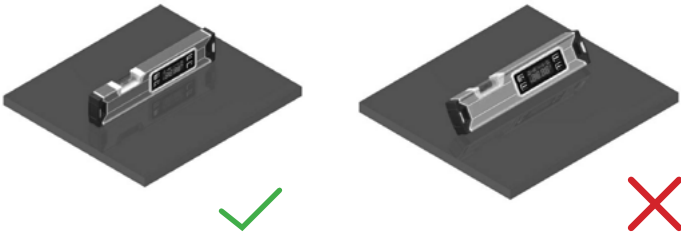

Рис. 1
- Нажмите кнопку (1), чтобы включить прибор. Нажмите и удерживайте кнопку (1) в течение 3 секунд, чтобы выключить прибор. Прибор выключается автоматически, если не используется в течение 3 минут.
- Для выполнения измерений поместите прибор на ровную поверхность (рис. 1).